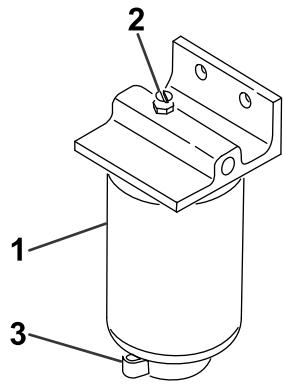

Figura 47
2. Desaperte a válvula de drenagem na parte inferior do recipiente do filtro e permita que o conteúdo seja drenado (Figura 47).
2. Retire o recipiente do filtro e limpe a superfície de montagem (Figura 47).